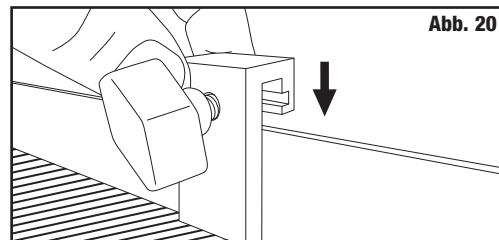

Abb. 20
2. Um die Stopps zu befestigen, lockern Sie die Schraube und stecken den Stopp auf die Anschlagsschiene. Ziehen Sie nun die Schraube wieder fest. (Abb. 20)